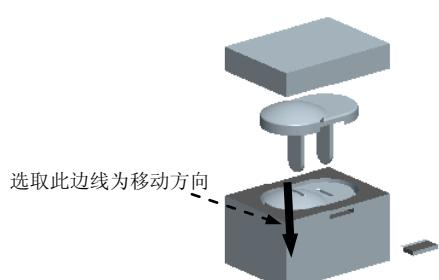

图 13.19 移动浇注件后的状态
Step4. 开模步骤 3: 移动浇注件。输入要移动的距离值 30, 结果如图 13.19 所示。